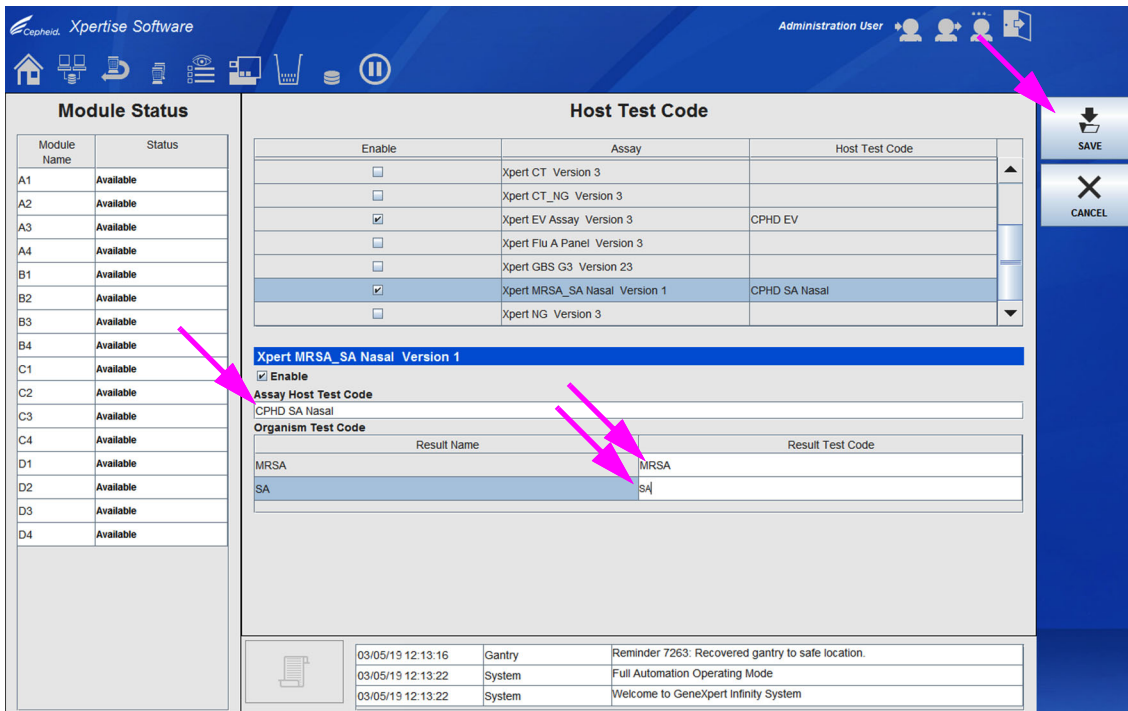

Figura 2-39. Área de trabalho Host Test Code (Código de teste do anfitrião) – Ensaio de resultado múltiplo a mostrar os códigos introduzidos
3. No campo **Assay Host Test Code (Código de teste do anfitrião do ensaio)** da área de trabalho **Host Test Code** (Código de teste do anfitrião) (ver Figura 2-39), escreva o código que foi introduzido no anfitrião. Pode introduzir entre 1 e 15 caracteres.
4. Escreva os códigos de teste de resultado nos campos **Result Test Code (Código de teste de resultado)**. Ver Figura 2-39. Para um ensaio de resultado múltiplo vão existir dois ou mais códigos de teste de resultado para introduzir.
5. Selecione o botão **SAVE (GUARDAR)** para guardar a definição para este ensaio. Ver Figura 2-39. O software verificará a exclusividade dos códigos de teste antes de guardar.